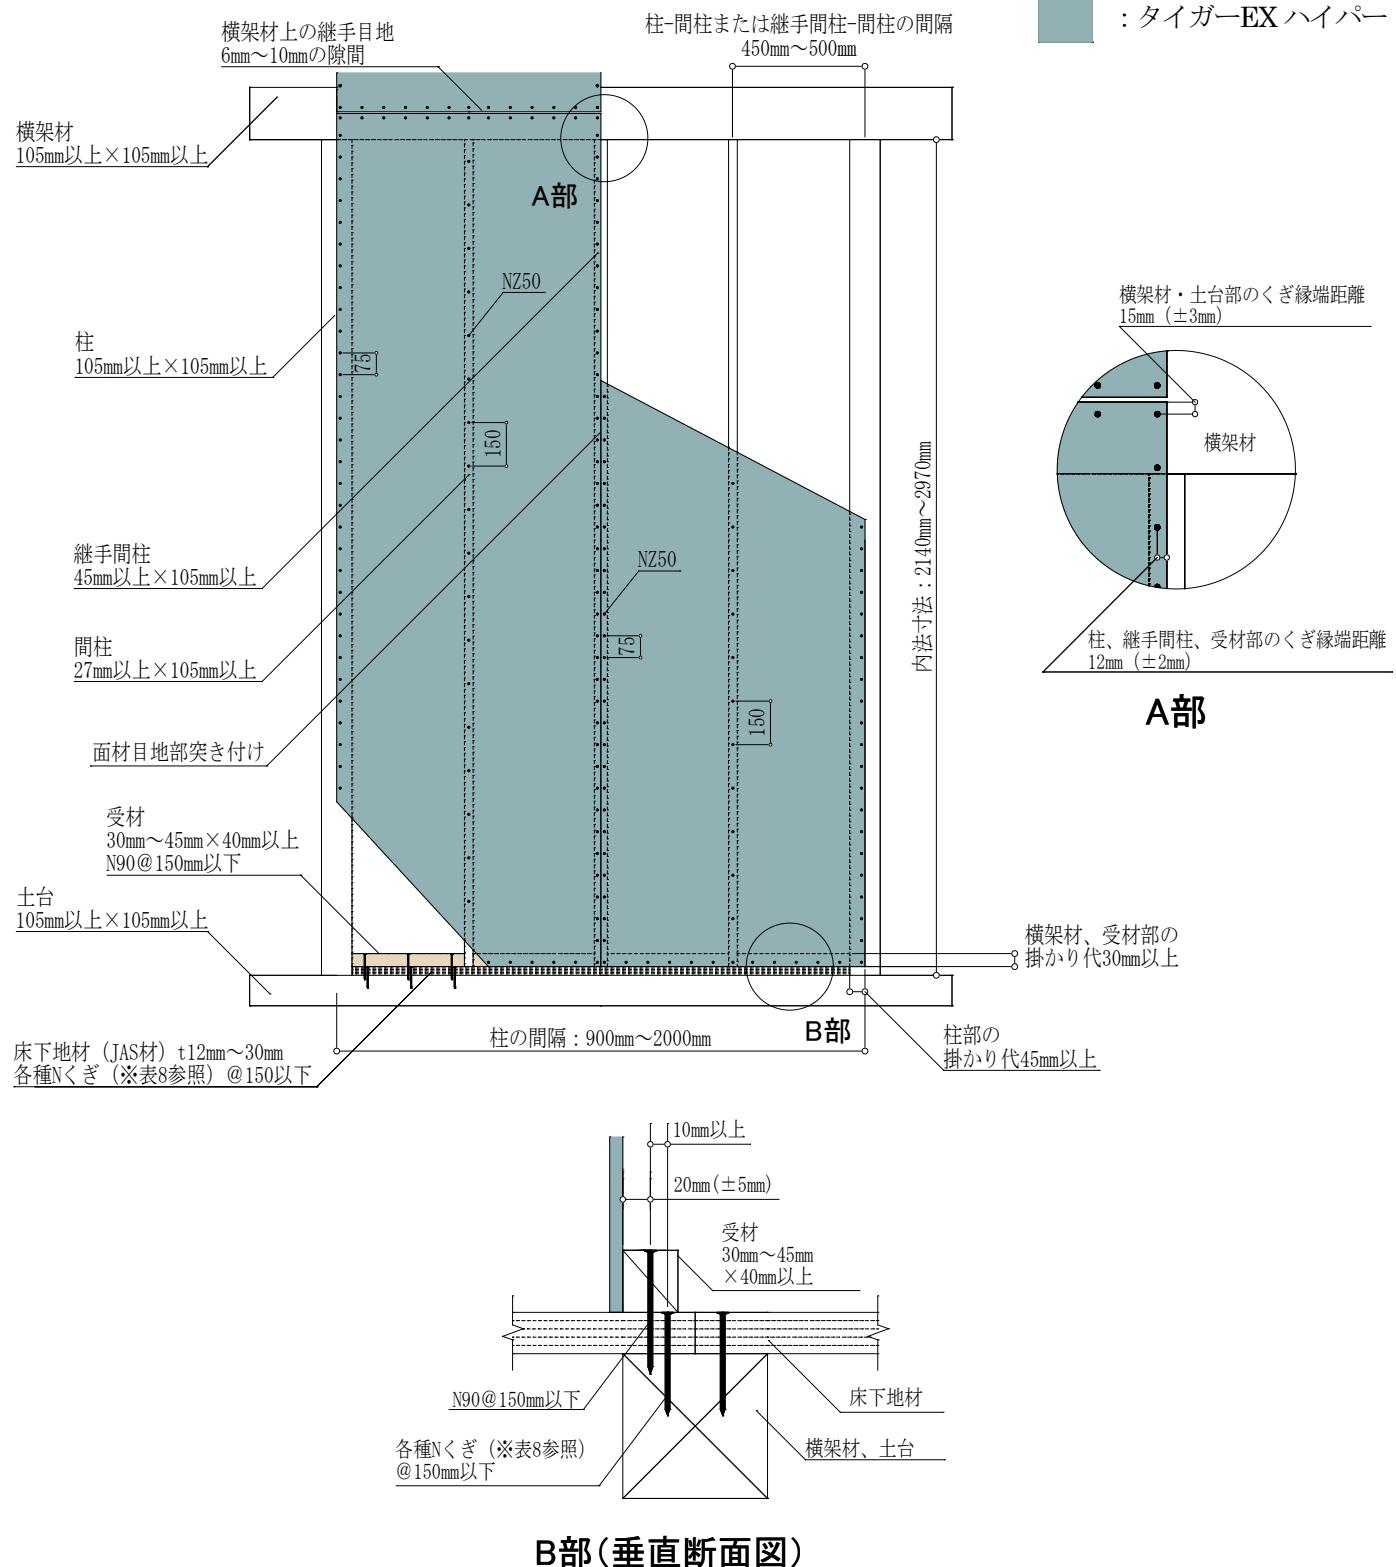

図7 床勝ち仕様 (FRM-0679 : 2.2倍) 施工概略図 (2Pの場合)
施工においては、図7および注意事項に記載の内容を遵守してください。
- ・タイガーEX ハイパーは、原則1枚張りとします。縦継ぎ張りについては、P30「⑨縦継ぎ張りについて」をご確認ください。
- ・図7は2Pの施工例となっておりますが、1Pの場合も耐力壁とできます。